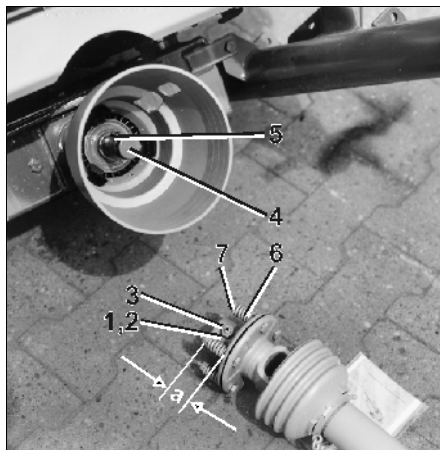

Fig. 81
Ved hyppig avskjæring av skjærbolten mellom gaffel på maskinside og koblingsnav på inngangsakselen til gir og ved traktorer med hard innkobling av kraftuttaket, blir det anbefalt å bruke Walterscheids kraftoverføringsaksel med friksjonskobling (Fig. 81).
- Skru løs kontramutteren (Fig. 81/1) på friksjonskoblingens koblingsnav (inntil gjengestiften ikke mer rager ut over kontramutteren). Skru ut gjengestiften med innvendig sekskant (Fig. 81/2) og kontroller om koblingsnavet lett lar seg skyve på girakselen.
- Smør koblingsnavet (Fig. 81/3) med fett og skyv det inn på girakselen (Fig. 81/4) inntil anslaget.
Pass på at kilen får inngrep over hele lengden (Fig. 81/5)!
- Sørg for at spesialkraft-overføringsakselen er sikret mot aksialforskyvning. Det gjøres ved å skru fast gjengestiften med en umbrakonøkkel og kontre den med mutteren (Fig. 81/1).
- Løs kontramutteren (Fig. 81/1) på friksjonskoblingen. Skru ut gjengestiften (Fig. 81/2).
2. Avlast fjærene (Fig. 81/6) ved å løsne mutterne (Fig. 81/7).